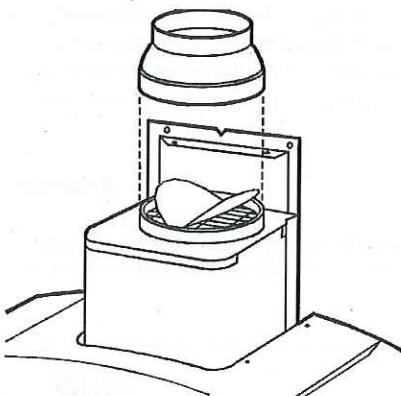

fig.15
6. Positionnez la bride de raccord sur la buse (fig. 15).